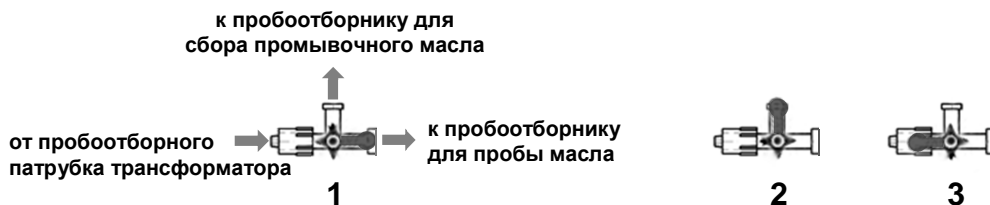

Рис. 3. Положения ручки трёхходового краника
7.5. Перед отбором пробы слейте в пробоотборник (7) небольшое количество масла для промывки и удаления загрязнений,
которые могут находиться в пробоотборном патрубке (5). При этом промывается внутренний объем соединительной трубки (1). Для этого (См. рис. 3):
- переведите трёхходовой краник (2) в положение 1 (Рис. 3) – отбираемое масло будет направлено в пробоотборник (7);
- осторожно откройте пробоотборный вентиль (6);
7.6. Придерживая пробоотборник (8), переведите трёхходовой краник (2) в положение 2 (Рис. 3) – отбираемое масло будет направлено в пробоотборник (8).
- переведите трёхходовой краник (2) в положение **1** (Рис. 3)
- масло будет направлено в пробоотборник (7);
- аккуратно скрутите переходник типа «П» (4) с пробоотборника (8);
- не надавливайте на гибкую оболочку пробоотборника (8) после отсоединения переходника типа «П» (4) с трёхходовым краником (2) – возможно расплёскивание масла.
- закрутите с достаточным усилием крышку пробоотборника (8);
- аккуратно выкрутите переходник типа «Т» (3) из пробоотборного вентиля (6);
- выждете, пока остатки масла сольются из пробоотборного вентиля (6) и соединительной трубки (1) в пробоотборник (7).
- переведите трёхходовой краник (2) в положение **3** (Рис. 3)
- масло не будет поступать в пробоотборники (7) и (8);
- аккуратно скрутите переходник типа «П» (4) с пробоотборника (8), не надавливая на гибкую оболочку, и закрутите с достаточным усилием крышку пробоотборника (8);
- присоедините пустой пробоотборник через переходник типа «П» (4) к трёхходовому кранику (2);